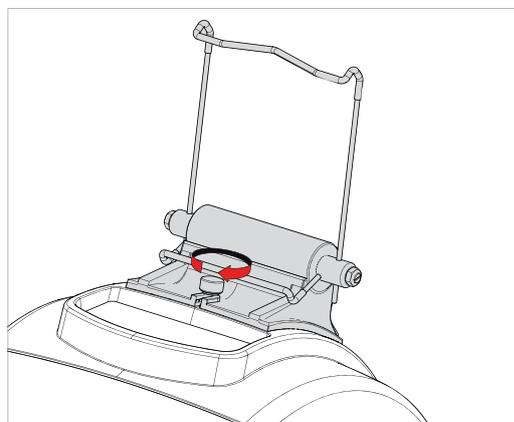

Fig. 15
- 4) Atarraxe e aperte a maçaneta para fixar o suporte do tablet ao cárter superior (Fig. 15).